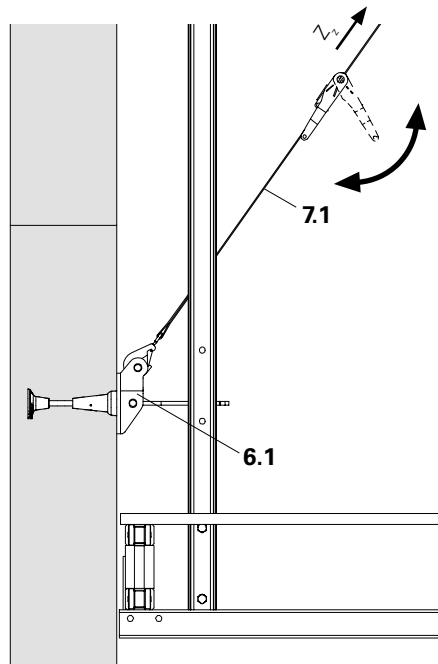

Fig. B1.35
6. Anclar la correa de tensión (7.1) al soporte arriostamiento CB M24 (6.1) y ajustar. (Fig. B1.35)